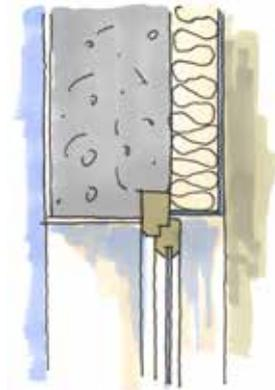

Fig.2
Coupe horizontale Fig.2
▲ **Solution envisageable :** Isolation radicale en continu avec rupture de la cloison (étude de structure obligatoire), (fig.1) ou retour d'isolant sur le mur de refend d'environ 50 cm (manchon), atténuant largement le pont thermique (fig.2)
- **Deuxième cause de fuite d'air après le réseau électrique dans ce type de construction**, les huisseries doivent désormais être en continuité avec l'isolant de la paroi opaque et assurer l'étanchéité à l'air. L'idéal est de changer les menuiseries en même temps que la réalisation de l'isolation thermique par l'intérieur (fig. 1) : la feuillure est comblée et les menuiseries sont posées en applique. Lorsque les huisseries ont déjà été changées (fig. 2), l'isolant doit couvrir le dormant afin d'assurer la continuité de l'isolation. Dans les deux cas, le raccordement et le collage de la membrane pare-vapeur sur la menuiserie doivent également être soignés.